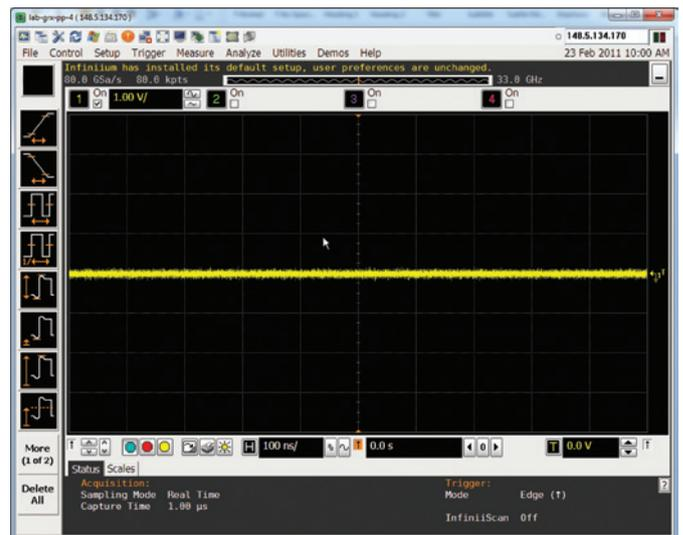

图 1. 未测量任何输入的示波器屏幕
1. 断开示波器通道的所有输入，与如图 1 所示的测量屏幕类似。